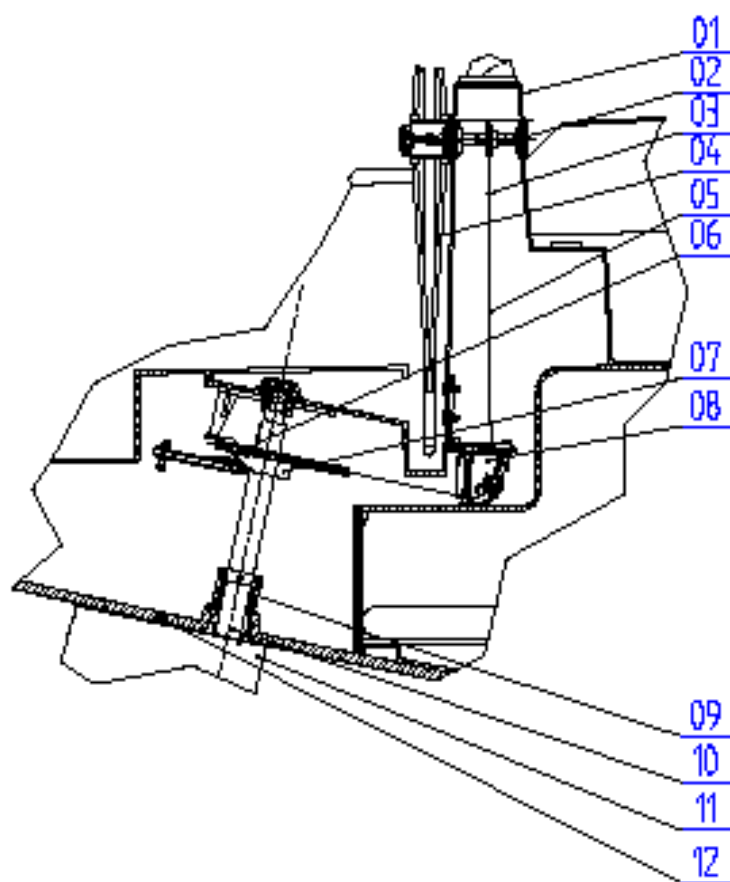

Fig. 16
- In caso di guasto del sistema di pilotaggio, per prima cosa rimuovere i cavi (vedere Fig. 16).